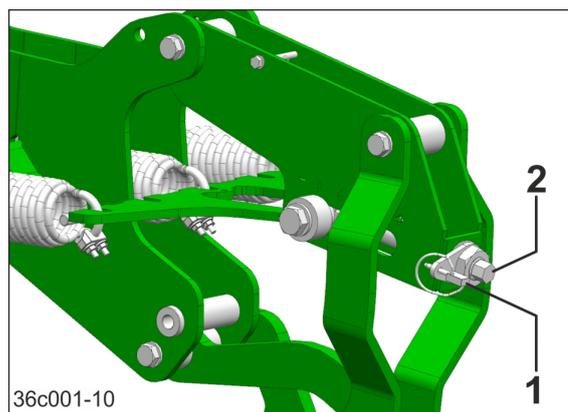

Fig. 156
3. Den Klappstecker (Fig. 156/1) entfernen.
4. Den gewünschten Rollendruck durch Drehen der Spindel (Fig. 156/2) einstellen.
5. Die Einstellung mit dem Klappstecker (Fig. 156/1) sichern.